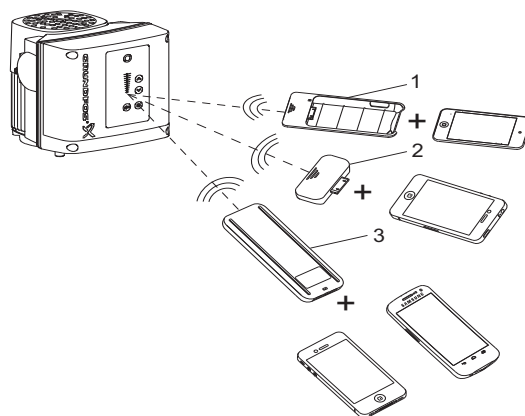

Рис. 10 Связь между Grundfos GO Remote и насосом посредством радио- или инфракрасного сигнала
Grundfos GO Remote работает с тремя различными мобильными интерфейсами (MI). См. рис. 10.